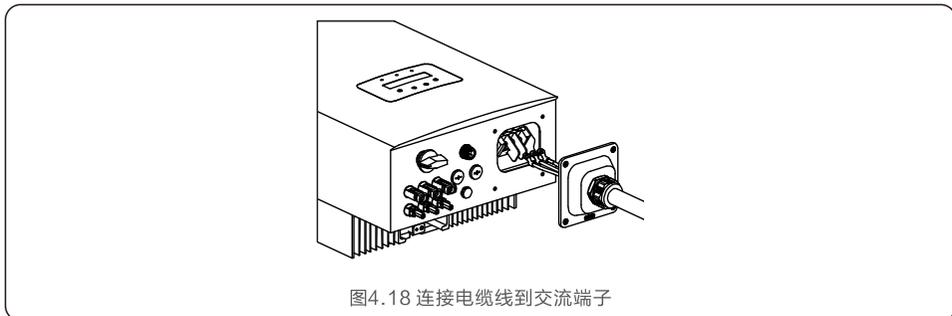

图4.18 连接电缆线到交流端子
4. 将电缆线穿过螺母、护套以及交流接线端盖。将3根电缆线插入交流端子中，使用一字螺丝刀，将接线端子上的螺丝拧紧。扭矩为2-3Nm(如图4.18所示)。